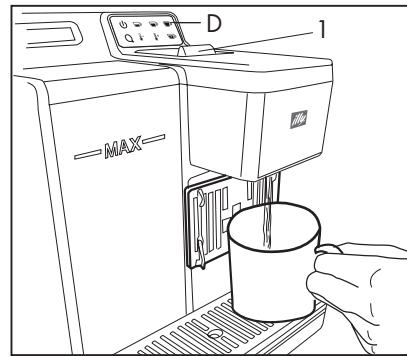

Abb. 13
- drücken Sie die Taste (D). (**Abb. 13**)
die Kapselklappe (1) darf vor dem Start des Spülvorgangs nicht geöffnet werden. (**Abb. 13**)